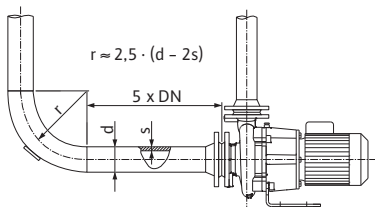

Fig. 3: Izlīdzināšanas posms pirms un pēc sūkņa
- Pirms un pēc sūkņa uzstādīšanas izlīdzināšanas posmu — taisnu cauruļvadu. Izlīdzināšanas posma garumam jābūt vismaz 5 x DN no sūkņa atloka (skat. Fig.3). Tas jādara, lai izvairītos no plūsmas kavētācijām.